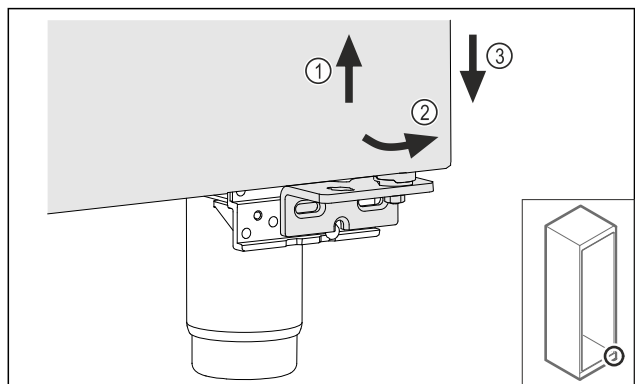

Fig. 27
- Sollevare leggermente la porta Fig. 27 (1), inclinarla in avanti sulla parte inferiore Fig. 27 (2) e abbassarla Fig. 27 (3).